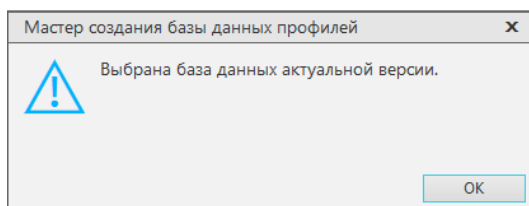

Рис. 3.45
- ◆ Если была выбрана **существующая база данных актуальной версии**, откроется окно с соответствующей информацией (рис. 3.45). Нажмите кнопку **ОК**.